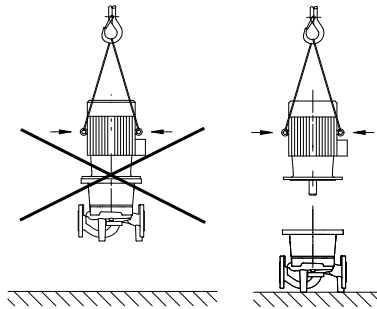

Fig. 20. Транспортування двигуна
- Підймальні вушка на двигуні використовувати лише для підймання вантажу двигуна, а не всього насоса (Fig. 20).